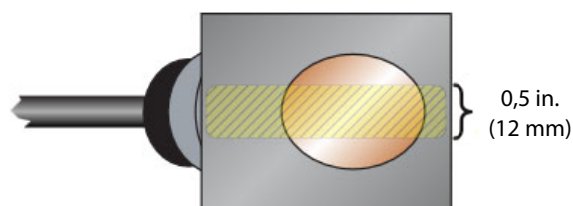

Abbildung 7: Anwendung des Koppelmittels
3. Eine einzelne, etwa 12 mm breite Schicht des Koppelmittels auf die ebene Fläche des Sensors auftragen. *Siehe Abbildung 7:.* Das Koppelmittel wird mit den Sensoren mitgeliefert. Im Allgemeinen wird ein Schmierfett auf Silikonbasis als Koppelmittel verwendet, aber jede fettähnliche Substanz von guter Qualität, die so ausgelegt ist, dass sie bei der Betriebstemperatur des Rohrs nicht fließt, ist akzeptabel. Für Rohroberflächentemperaturen über 55° C ist Hochtemperaturpaste (D002-2011-012) oder silikonfreie Paste (D002-2011-009) zu verwenden.
5. Eine etwa 12 mm breite Schicht des Koppelmittels auf die ebene Fläche der Sensoren anbringen. Siehe *Abbildung 7: auf Seite 6*.
3. Eine etwa 12 mm breite Schicht des Koppelmaterials auf die ebene Fläche der Sensoren anbringen. Siehe *Abbildung 7: auf Seite 6*.
10. Eine etwa 12 mm breite Schicht des Koppelmittels auf die ebene Fläche des Sensors auftragen. *Siehe Abbildung 7:* Das Koppelmittel wird mit den Sensoren mitgeliefert. Im Allgemeinen wird ein Schmierfett auf Silikonbasis als Koppelmittel verwendet, aber jede fettähnliche Substanz von guter Qualität, die so ausgelegt ist, dass sie bei der Betriebstemperatur des Rohrs nicht fließt, ist akzeptabel. Für Rohroberflächentemperaturen über 55° C (130° F) ist Hochtemperaturpaste (P.N. D002-2011-012) oder silikonfreie Paste (P.N. D002-2011-009) zu verwenden.